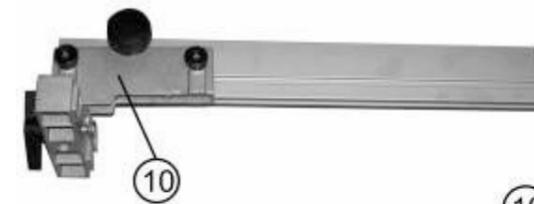

Рис.6
10.2.2. Используя детали комплектации: кронштейн (В), упор (Д), винт фиксации (Л) и винт фиксации (М), Рис.1, соберите подвижный упор (10), как показано на Рис. 6.